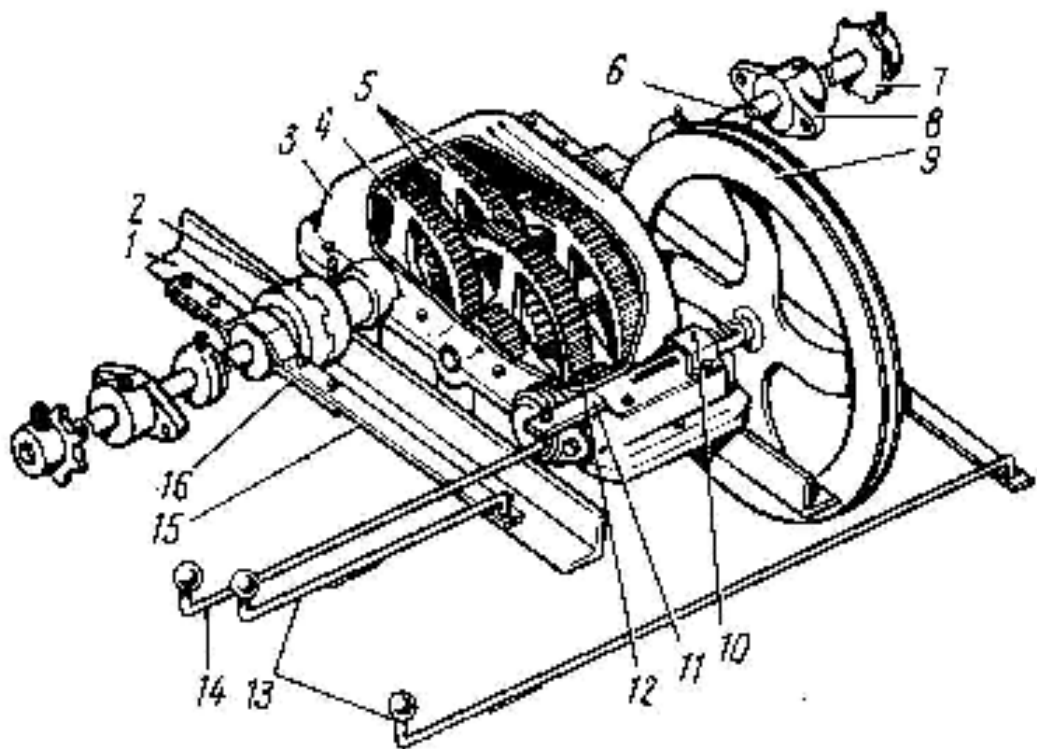

Рис. 11 Механизм самопередвижения
4.9. Механизм самопередвижения (рис. 11) служит для перемещения машины по току при работе и для переездов от вороха к вороху без вспомогательных транспортных средств.